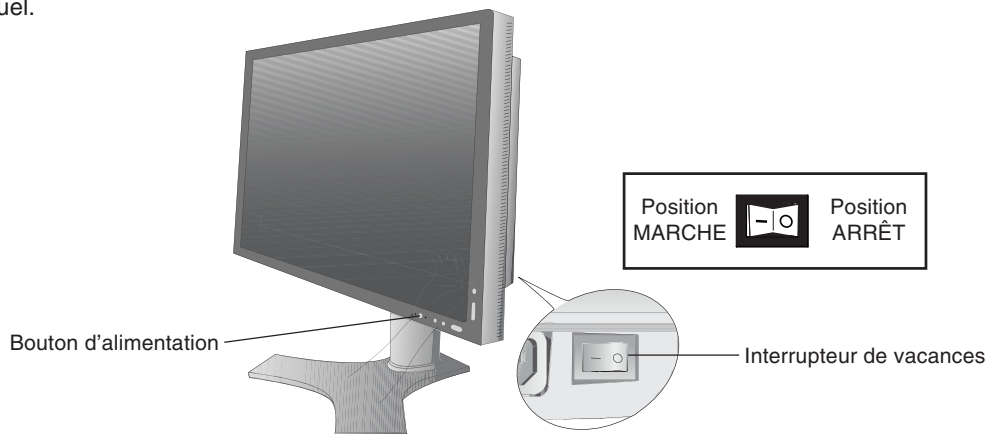

Figure E.1
9. L'interrupteur de vacances situé à l'arrière du moniteur à proximité du connecteur d'alimentation doit être allumé. Allumez le moniteur avec le bouton d'alimentation situé à l'avant (**Figure E.1**) ainsi que l'ordinateur.